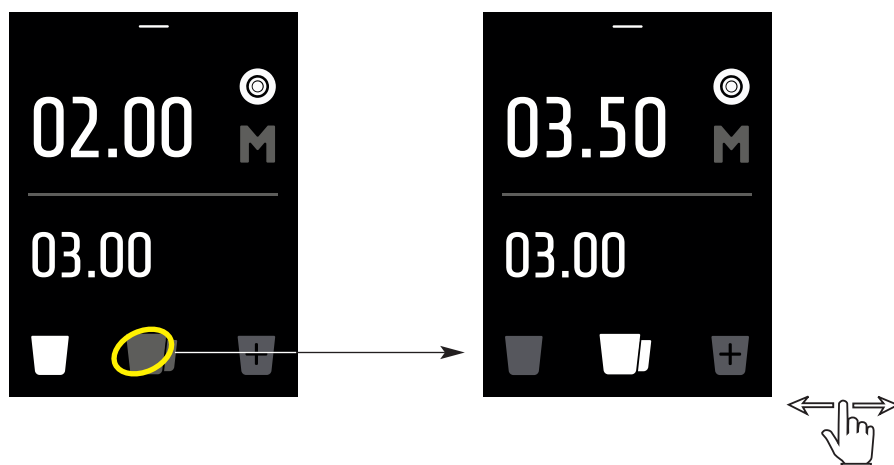

Fig. 5
- 3** Entrer dans la page de la dose souhaitée (une tasse, deux tasses ou extra) en appuyant sur l'icône de la page (voir Fig. 5) **ou en faisant glisser votre doigt sur l'écran pour changer de page.**